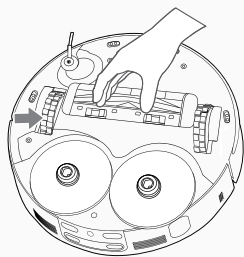

Fig. 11
2. Premere le clip della piastra di supporto e rimuovere il coperchio del rullo. [Fig. 11]